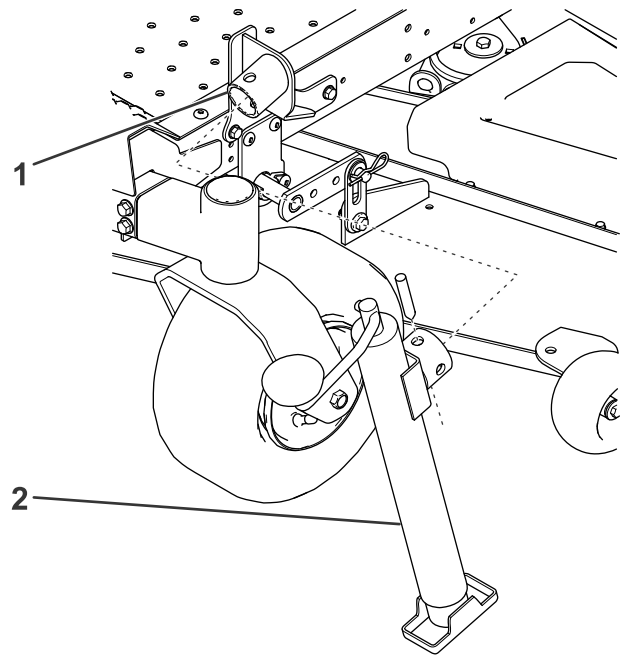

Figura 2
3. Ligue o macaco à montagem do macaco utilizando o pino do macaco (Figura 2).